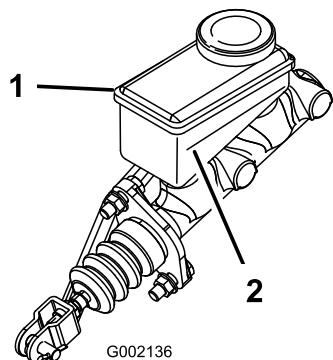

Figura 68
5. Osservate la linea del livello del fluido sul lato del serbatoio (Figura 68).
- B. Aggiungete il fluido dei freni DOT 3 al serbatoio, in modo che il livello del fluido sia superiore alla linea del minimo (Figura 68).